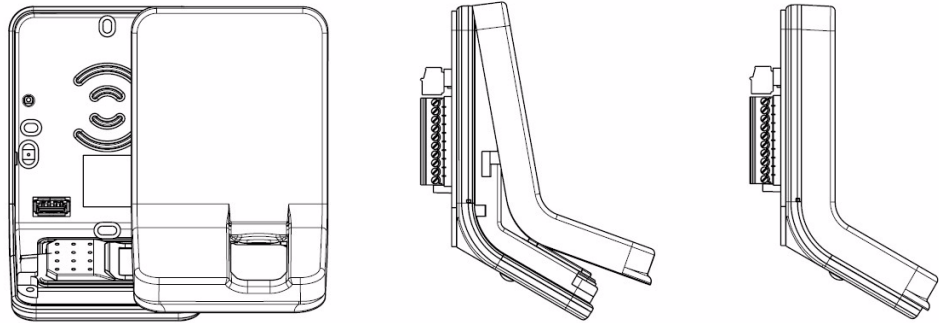

Figure 3.4: Mise en place et fixation de la face avant fumée
10. Placer la face avant fumée sur le corps du terminal, en mettant d'abord la partie supérieure, puis la partie inférieure (voir Figure 3.4).